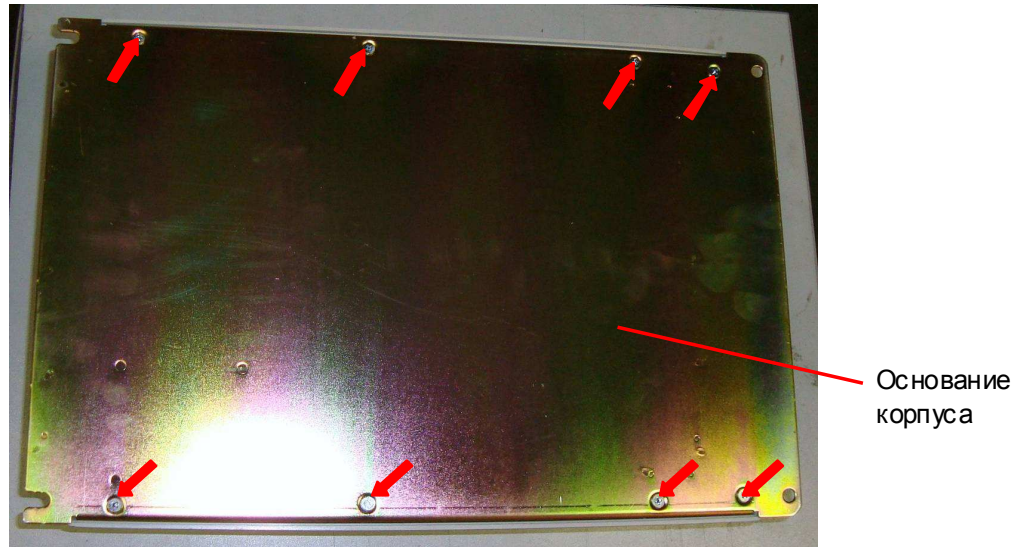

Рис. 7.2
- 7.2.3. Вкрутить восемь винтов (рис. 7.2, красные стрелки) и перевернуть корпус.